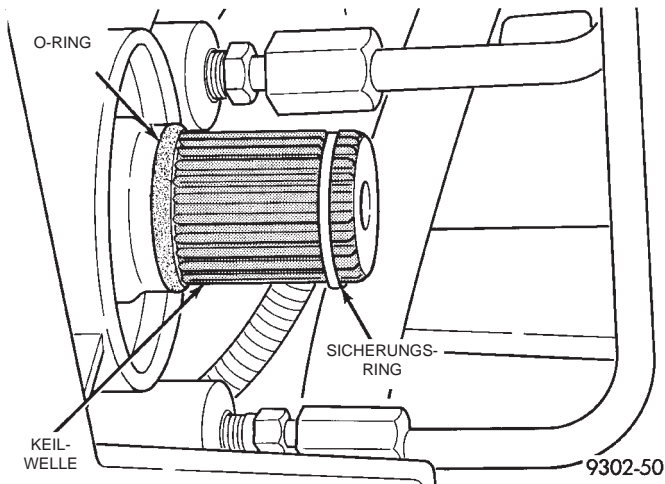

Abb. 12 Sicherungsring und O-Ring des inneren Topfgelenks auf der Keilwelle
ACHTUNG! Der Sicherungsring und der O-Ring des inneren Topfgelenks auf der Keilwelle (Abb. 12) können nicht wiederverwendet werden. Bei jedem Ausbau des inneren Topfgelenks **MÜSSEN** der Sicherungsring und der O-Ring auf der Keilwelle **AUSGETAUSCHT** werden. Die beiden Ringe sind in allen Reparatursätzen enthalten, bei denen ein Ausbau des Topfgelenks erforderlich ist.
(1) Den Sicherungsring und den O-Ring auf der Keilwelle erneuern (Abb. 12).